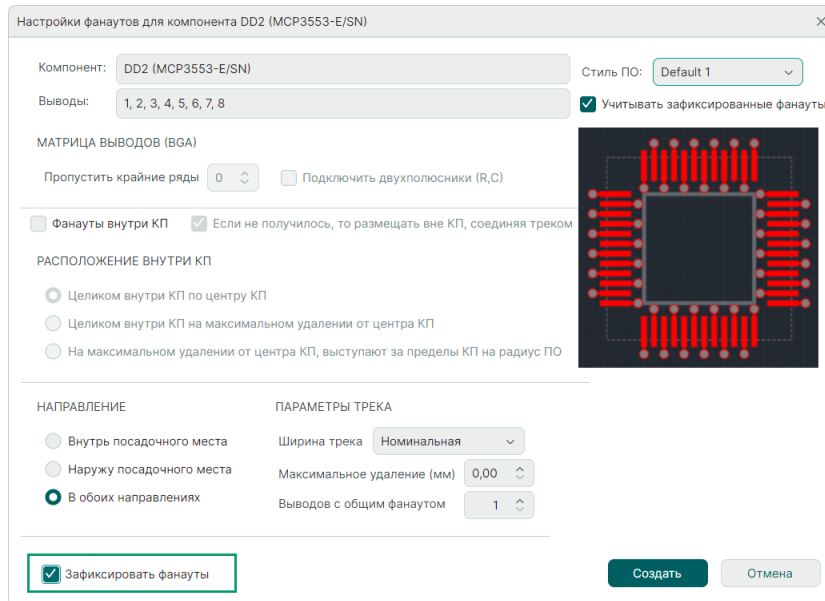

Рис. 303 Установка автоматической фиксации построенных фанатов
- Установка автоматической фиксации построенных фанатов, поставив флаг в чек-боксе «Зафиксировать фанаты», см. Рис. 303.